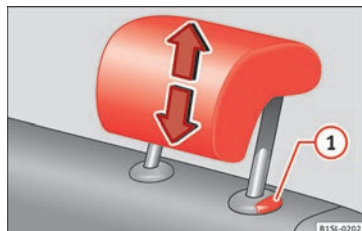

Fig. 66 Régler les appuie-tête arrière.
- Déplacez l'appuie-tête dans le sens de la flèche, vers le haut ou vers le bas, tout en appuyant sur la touche » fig. 66 ① » △.